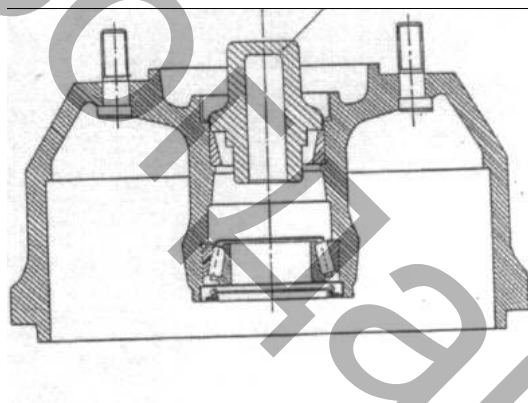

РИС. 282
- 6) Установите наружное кольцо наружного роликового подшипника, используя оправку 2651 5890 3308 (см. рис.282).